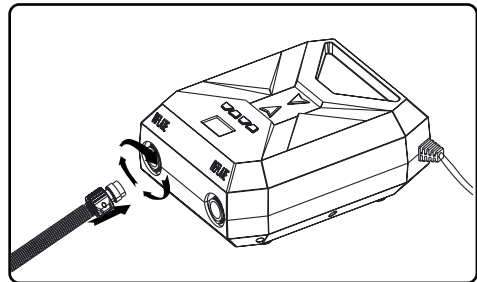

FIG 2
- Verbind het andere uiteinde van de buis met de moer aan de opblaas poort en zet vast door in wijzerzin te draaien. (FIG 2)